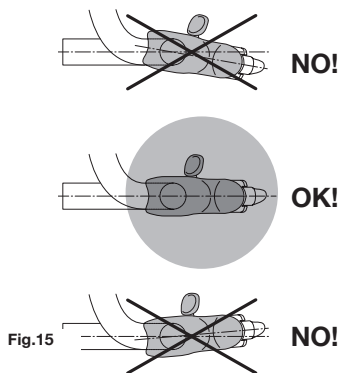

Fig.15
- mandos Ergopower no posicionados correctamente o se mueven en el manillar (Fig. 15)